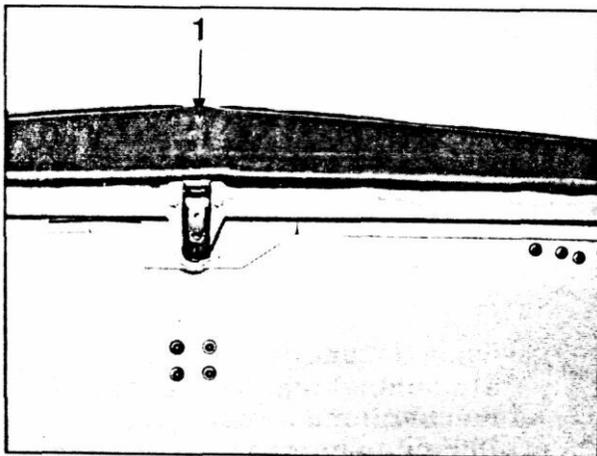

Abb. 8
2. Kofferraumdeckel (Limousine) (Abb. 8)
- Gumminippel (1) des Wasserablaufs abnehmen.